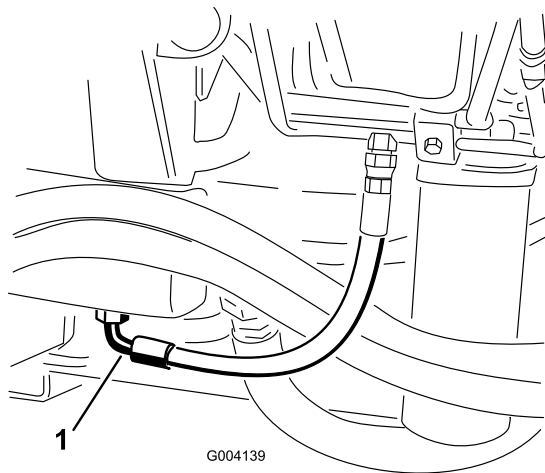

Figura 76
2. Collocate una bacinella di grandi dimensioni sotto il raccordo previsto sulla base del serbatoio del fluido idraulico (Figura 76).